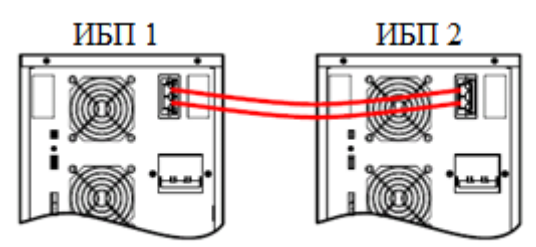
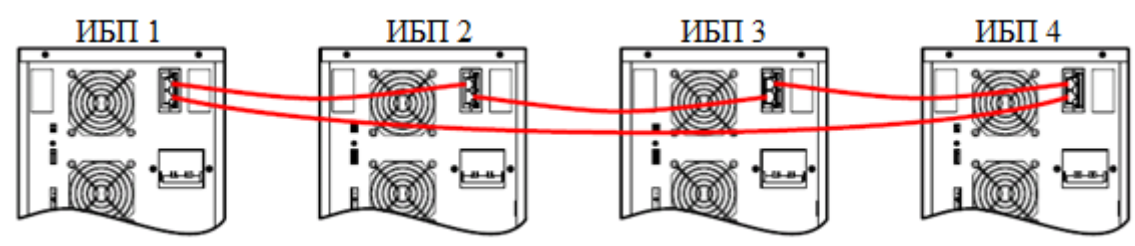

Рис. 3-31 Диаграмма подключения информационных кабелей параллельной системы из двух ИБП
Рис. 3-32 Диаграмма подключения информационных кабелей параллельной системы из четырёх ИБП
Step 3 Соедините порты параллельной работы всех ИБП системы информационными кабелями, как показано на Рис. 3-31, Рис. 3-32.